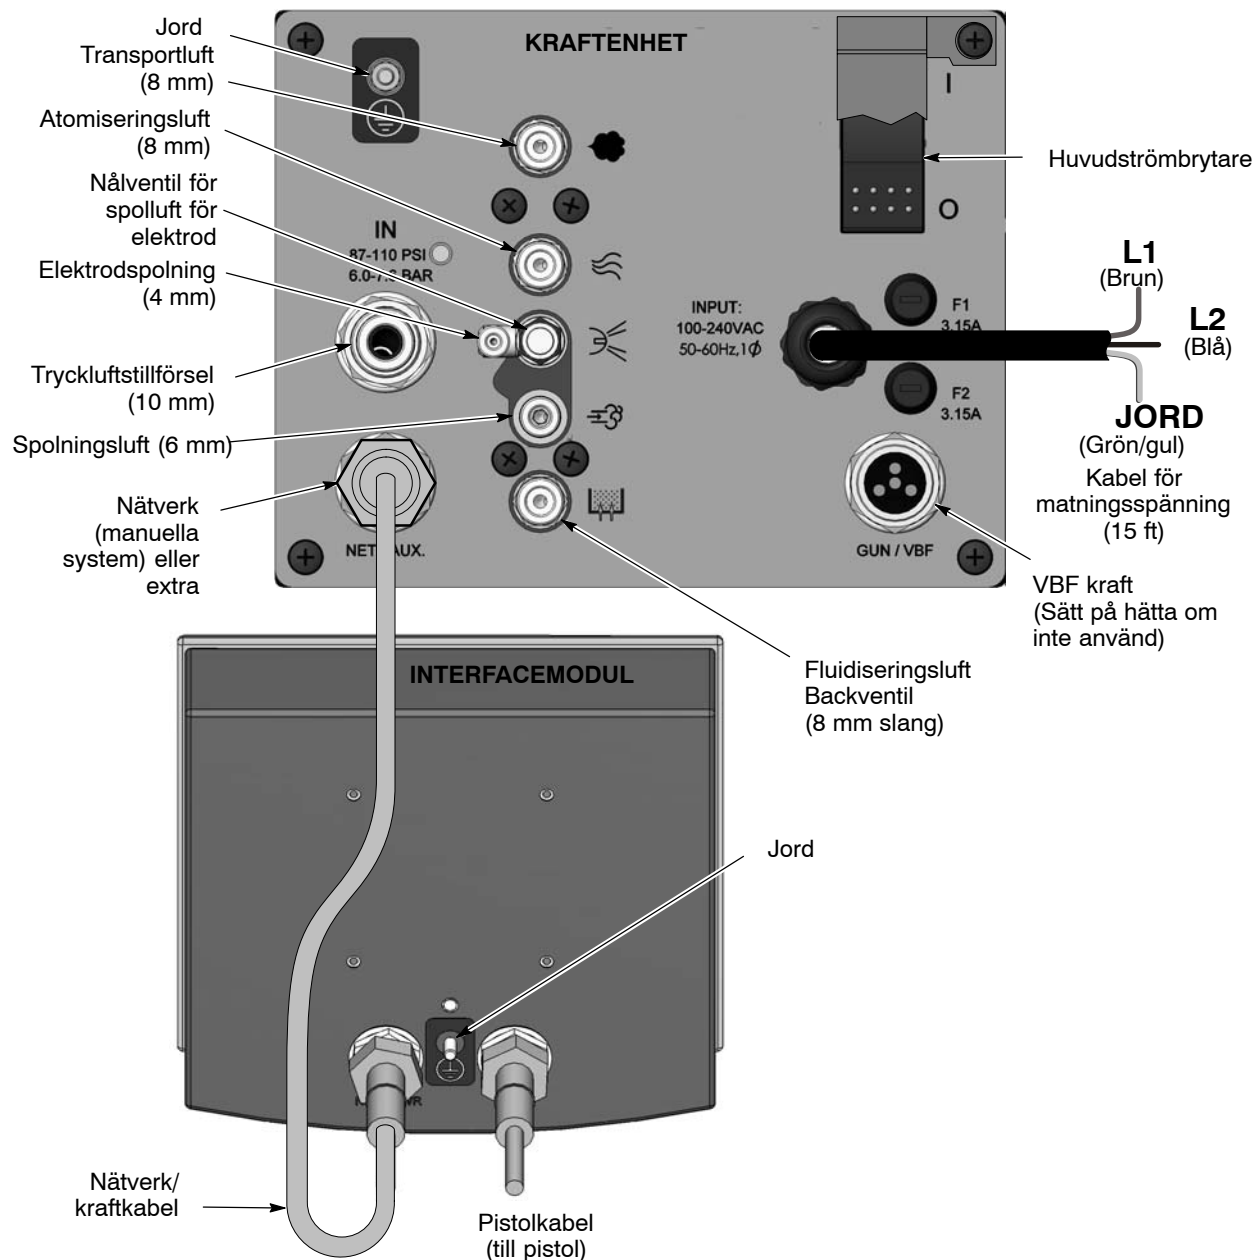

Bild 2-3 Anslutningar till Encore styrenhet
1. Se bild 2-3. Anslut kablén till kontakten på interfacemodulen. Kabelpluggen och kontakten är nycklade.